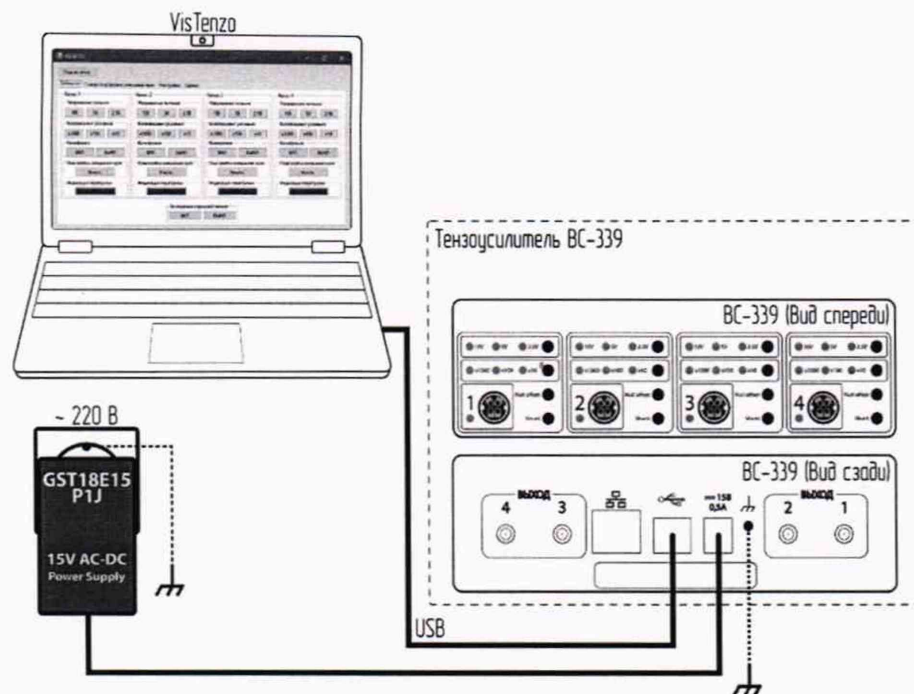

Рисунок 1.
- 8.2.1 Собрать схему (Рисунок 1).